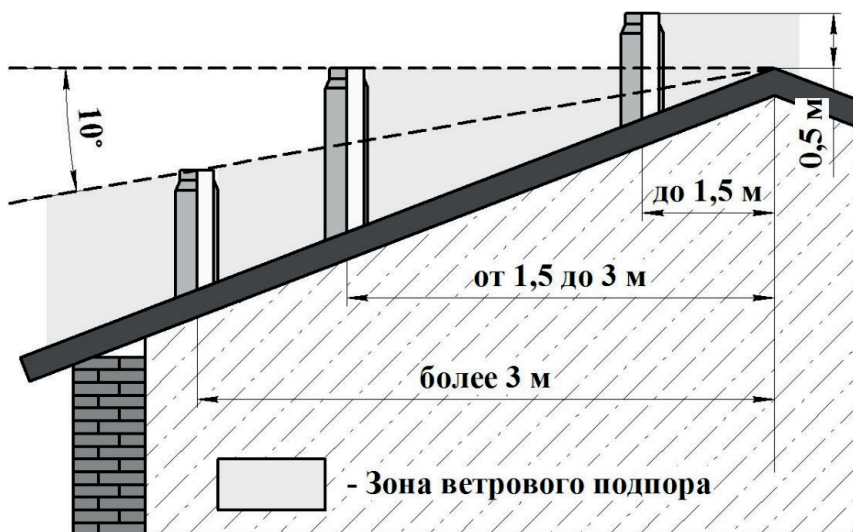

Рисунок 9 — Требования к высоте дымохода
- не ниже линии, проведенной от конька вниз под углом 10° к горизонту при расположении дымовой трубы от конька на расстоянии более 3 м. (см. Рисунок 9)